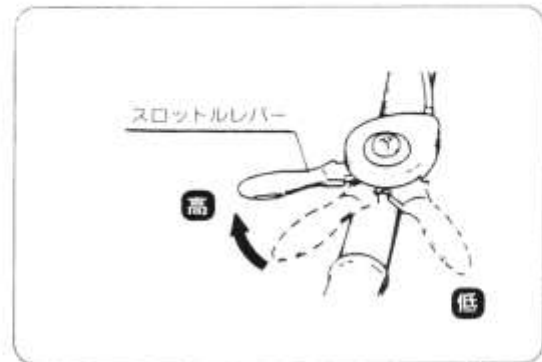

図9
② スロットルレバーをゆっくり「低→高」の位置にします。(図9)